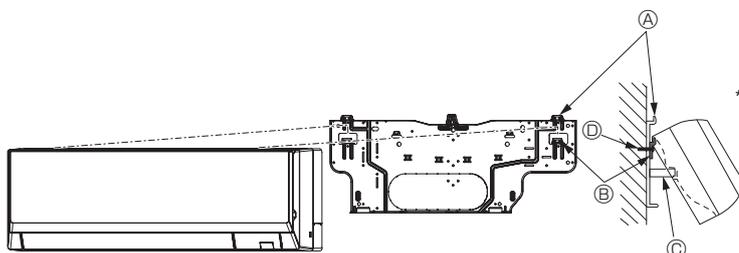

Abb. 3-13
- Wenn sich das Innengerät mit dem regulären Haken (Abmessung von 2.1. ⊙ (Abstand zwischen Decke und Gerät) beträgt 75 mm oder weniger) nicht anheben und aufhängen lässt, hängen Sie das Gerät an den unteren Haken für die linke Rohrleitung. (Abb. 3-13)
(Abb. 3-13)